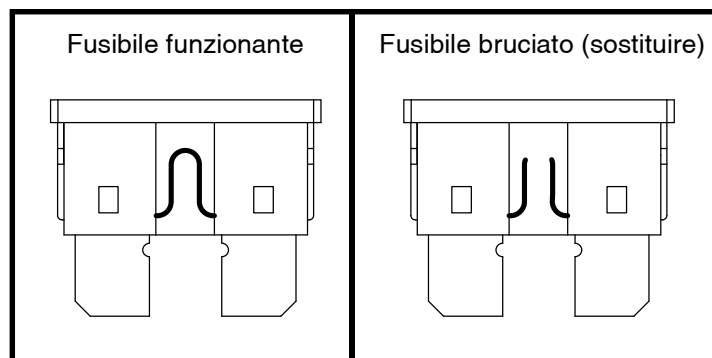

Figura 34. Sostituzione del fusibile
2. Esaminare il fusibile per accertarsi che sia bruciato. **Vedere figura 34.**